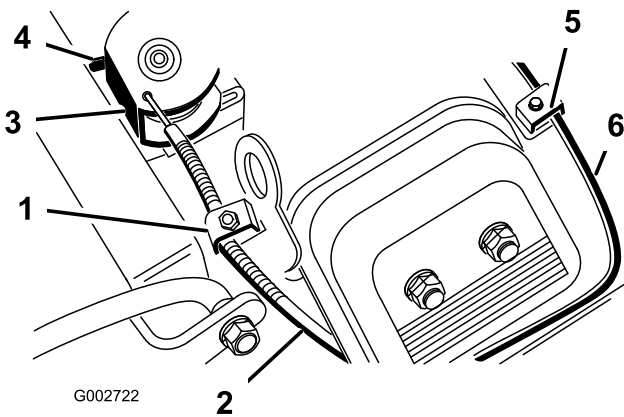

Bild 39
2. Lockern Sie die Klemmschraube des Bowdenzugs, mit der dieser am Motor befestigt ist (Bild 39).
- Ziehen Sie fest am Bowdenzug, bis die Rückseite des Drehzapfens den Anschlag berührt (Bild 39).
- Lockern Sie die Klemmschraube des Chokezugs, mit der dieser am Motor befestigt ist (Bild 39).
- Ziehen Sie fest am Chokezug (Bild 39), bis die Choke-Drosselklappe ganz geschlossen ist; ziehen Sie dann die Klemmschraube des Chokezugs fest.